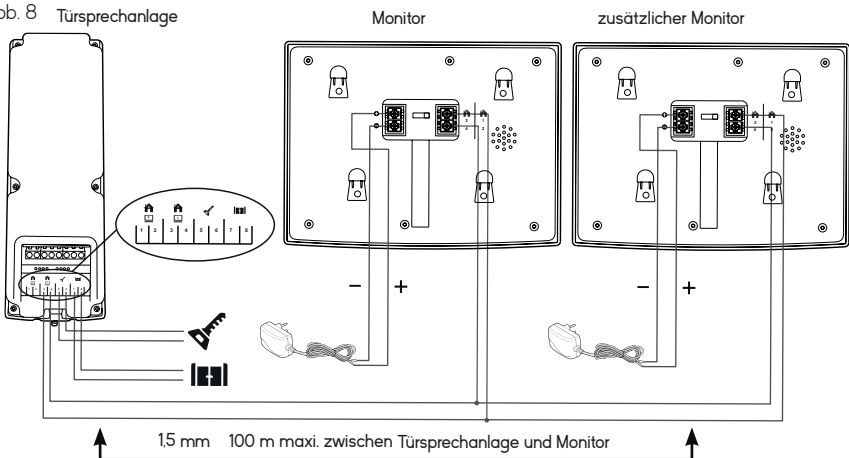

Abb. 9
- **Abb. 9:** 2 Familien – 1 Monitor für jede der beiden (2 Monitore insgesamt)